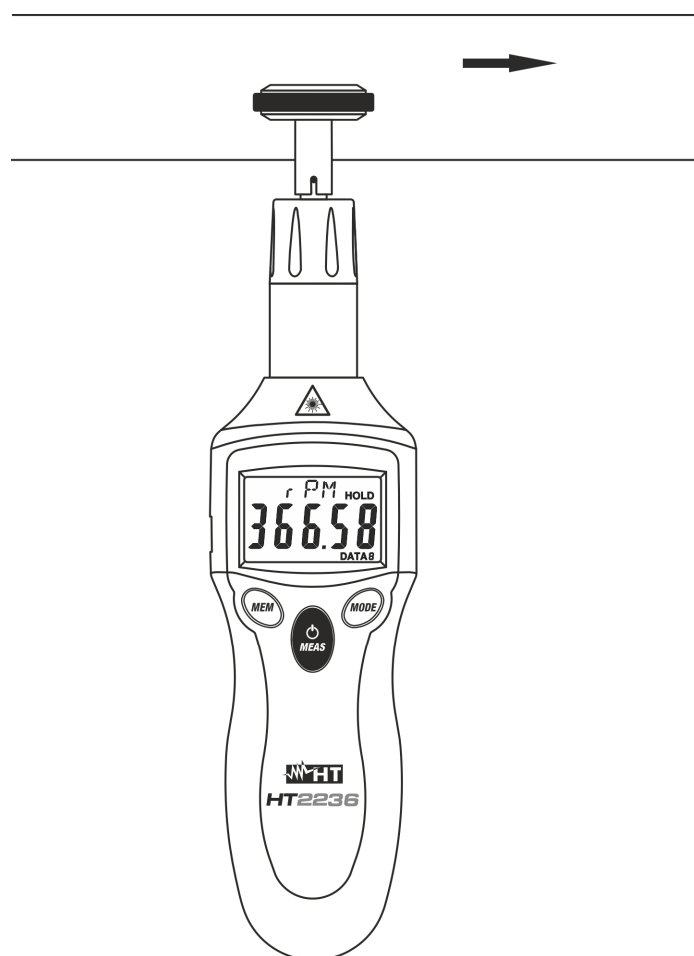

Fig. 4: Misura di Velocità su superfici mobili
6. Premere e tenere premuto il tasto **MEAS** appoggiando il terminale a ghiera in gomma sull'oggetto in prova (vedere Fig. 4) ed eseguire la misura